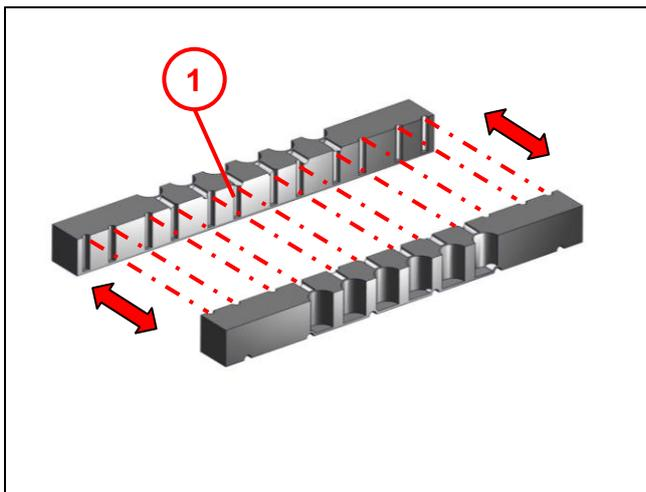

Abb. 14
- Zweiten Dichtungseinsatz **(4)** einsetzen (siehe auch Abb. 14).